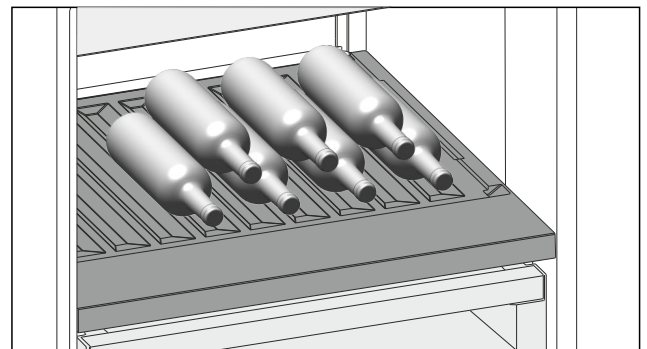

Fig. 114
- ▶ Flessen met de bodem naar achteren tegen de achterwand plaatsen. (zie Fig. 114)